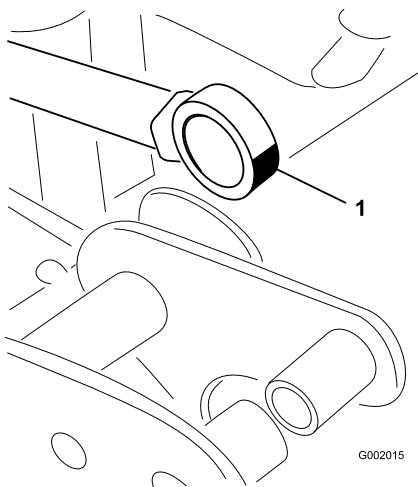

Рисунок 72
- Отклоните подшипник наконечника штока и заправьте подшипник консистентной смазкой (Рисунок 72).